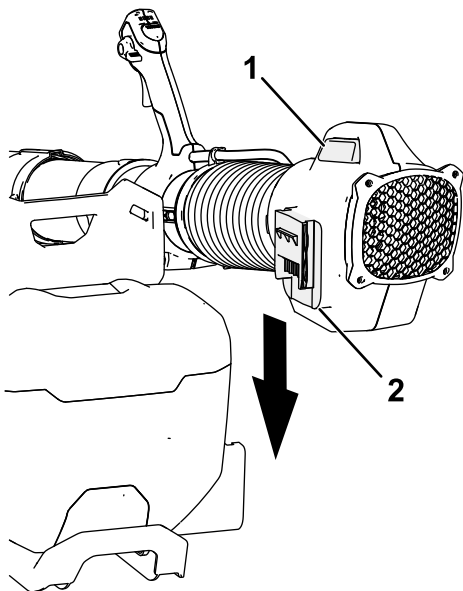

**Figura 4**
1. Allineate il cannone per il soffiatore con il collegamento di alimentazione dello zaino (Figura 4).